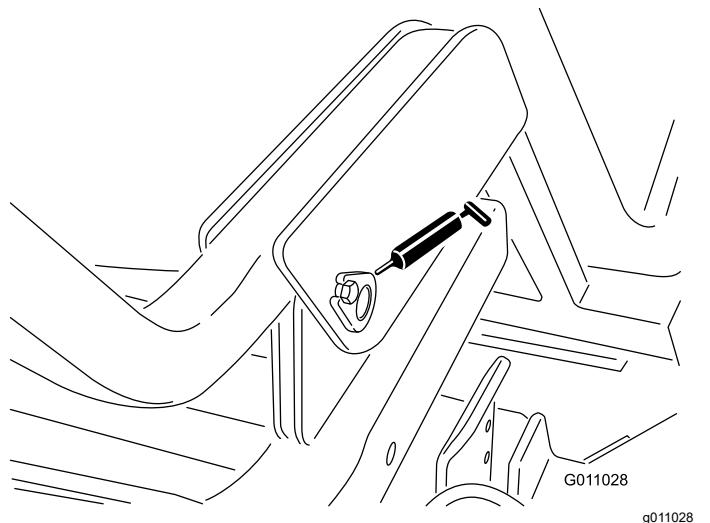

Figura 36
- Perno inferiore della tramoggia (2) (Figura 36)